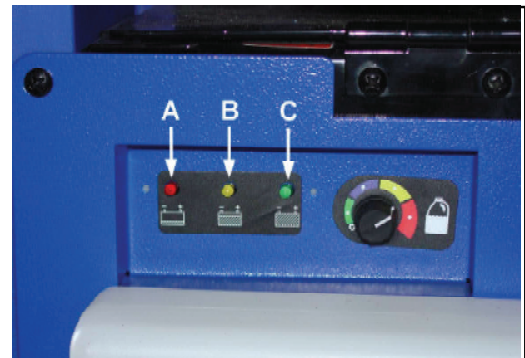
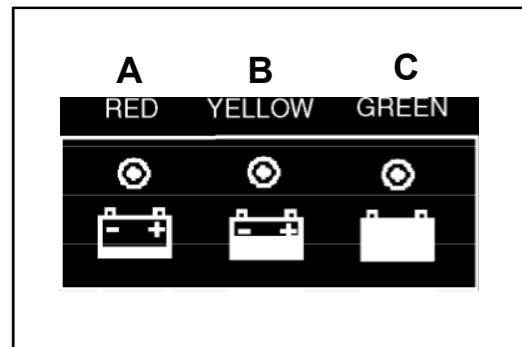

Рисунок 5
Рисунок 6
4. Удостоверьтесь, что зажегся индикатор, который оповещает о начале процесса зарядки (смотрите рис. 5, А - красный, В - желтый, С - зеленый). Смотрите цветовые обозначения индикатора на рис. 6.
2. Удостоверьтесь, что зажегся индикатор, который оповещает о начале процесса зарядки (смотрите рис. 5, А - красный, В - желтый, С - зеленый). Смотрите цветовые обозначения индикатора на рис. 6.